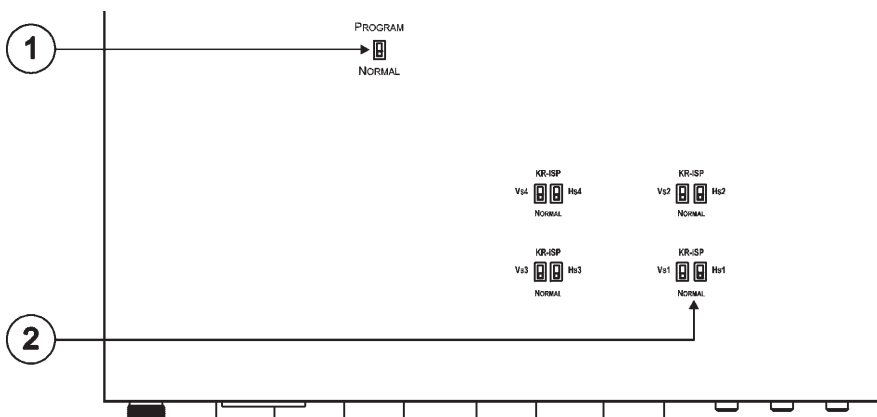

Рис. 2
На рис. 2 изображены элементы нижней панели **VP-411DS**.
3. На нижней панели прибора переведите переключатель (поз. 1 на рис. 2) в положение PROGRAM